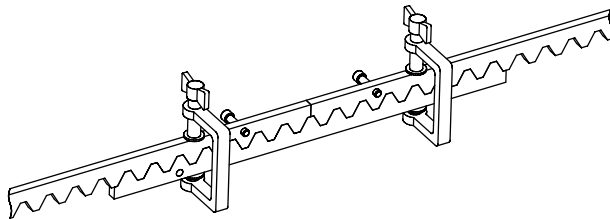

Рисунок 7. Позиционирование реек
- Поместите горизонтально предварительно собранную вторую секцию рейки встык с первой, используя дополнительную секцию рейки (рис. 7). При совмещении реек исключите возможность в зоне переходов каких-либо смещений с тем, чтобы обеспечить плавный ход ворот.